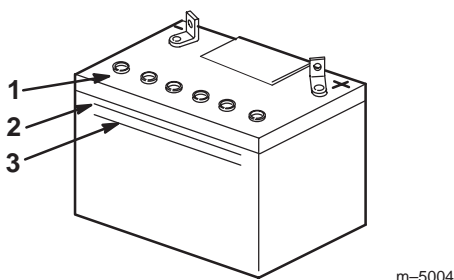

Figure 58
2. Observez le côté de la batterie. Le niveau de l'électrolyte doit atteindre le trait **supérieur** (Fig. 58). Ne laissez pas l'électrolyte descendre en dessous du trait **inférieur** (Fig. 58).
3. Enlevez les bouchons d'aération de la batterie (Fig. 58).
4. Versez lentement de l'eau distillée dans chaque élément jusqu'au trait **supérieur** (Fig. 58) sur le côté de la batterie.
5. Attendez cinq à dix minutes après avoir rempli les éléments. Ajoutez de l'eau distillée au besoin, pour amener le niveau au repère **supérieur** (Fig. 58) sur le côté de la batterie.